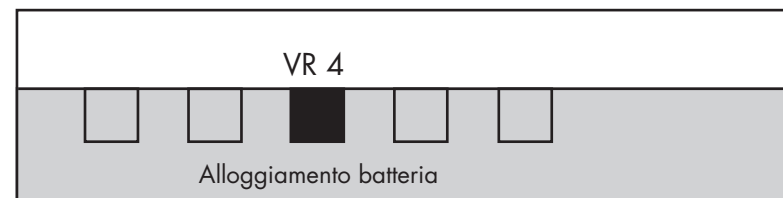

Fig.2
- 4 Regolare il "Regolatore di calibrazione" (VR4, Fig.2) dislocato dentro il vano batterie, fino a quando sul display non appare il valore di selezione calibrazione.